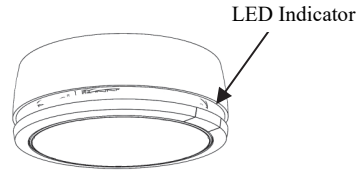

Figuur 8
4. Open het batterij compartiment (zie *Figuur 8*).